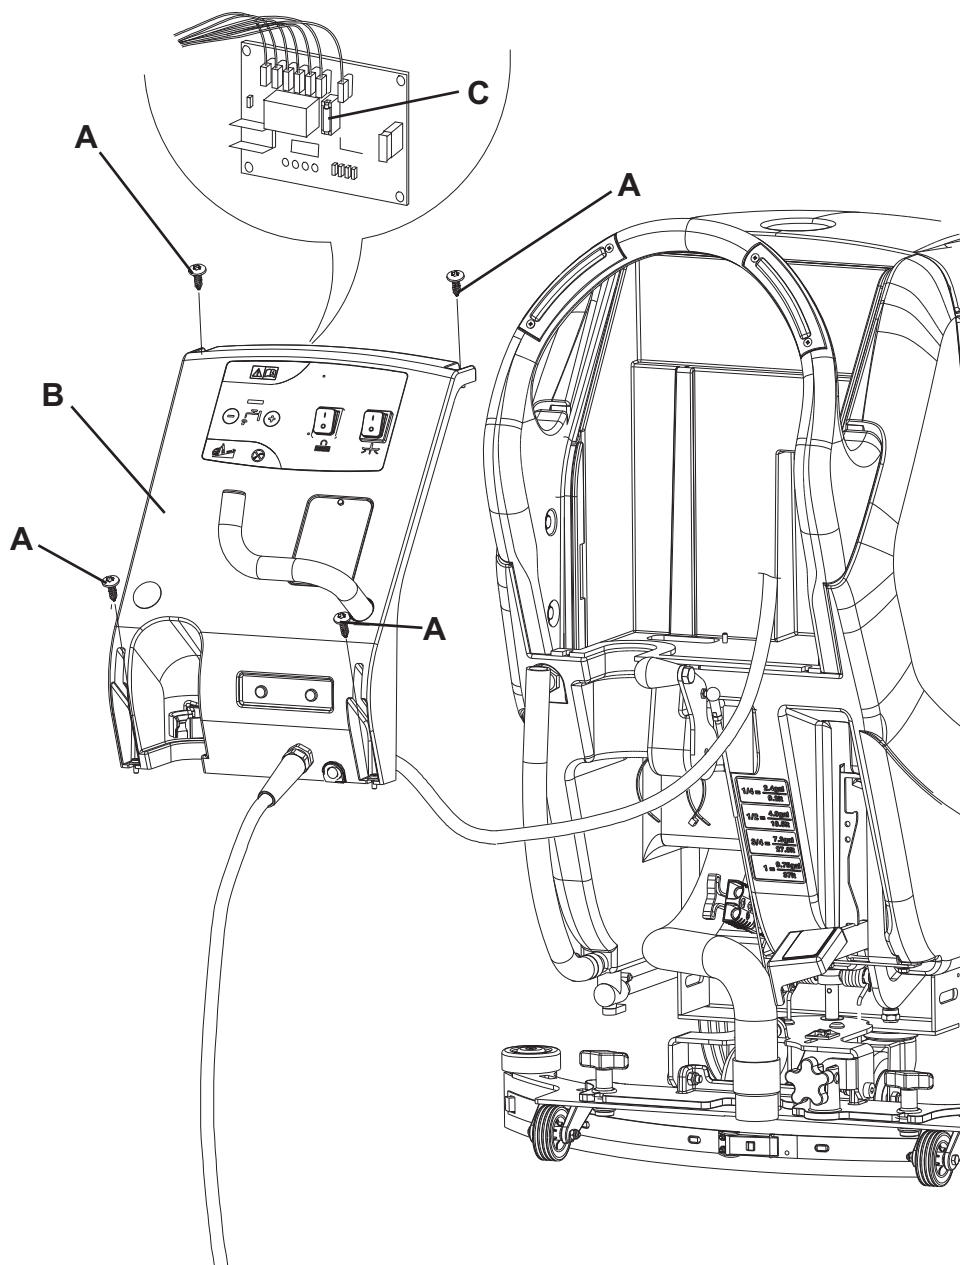

Afbeelding 5
2. Ontkoppel de voedingskabel (3) van het stroomnet.
3. Sluit het kraantje van het reinigingsmiddel (A, Afb. 5) dat zich onder de machine bevindt, achter het achterwiel rechts. Het kraantje (A) is gesloten als hij in de stand (B) ten opzichte van de slangen staat; hij is geopend als hij in de stand (C) staat.
4. Verwijder de transparante afdekking (D) en verwijder daarna het filterrooster (E). Reinig ze en monteer ze weer in de steun (F).
*Plaats het filterrooster (E) op de juiste manier terug in de houder (G) van de steun (F).*
5. Open het kraantje (A).